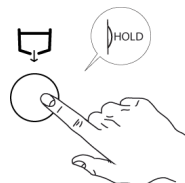

Fig.42
- 5- Appuyer pour tout le temps de la décharge le bouton "I" vidange de l'eau. (Fig.42)